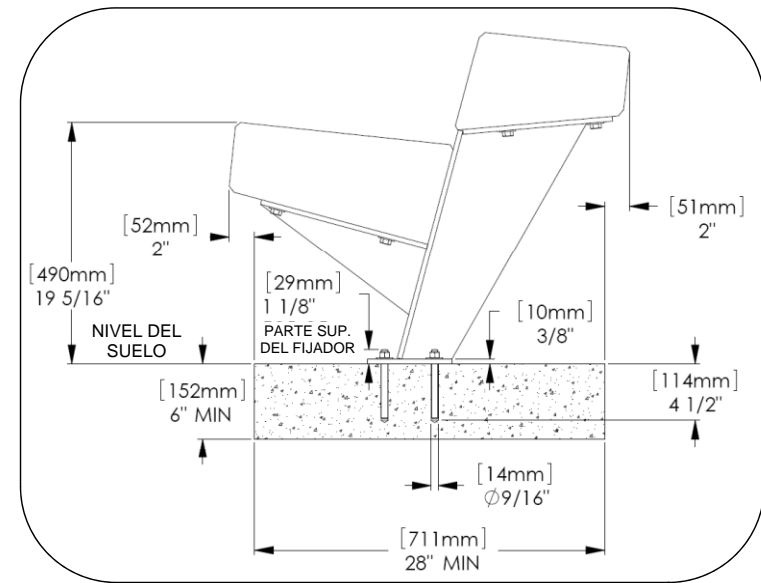
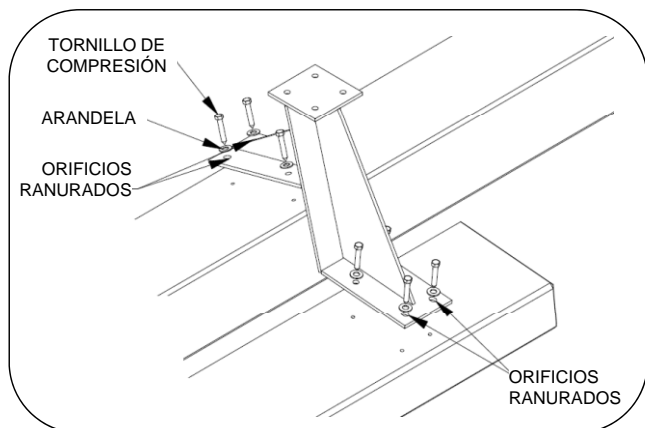

Fig. 1: soporte de superficie a nivel.
Fig. 4: armado del banco
2. Unir el asiento y el respaldo de madera con los soportes como se muestra en la fig. 4. Ajustar bien todos los tornillos. Luego se deben desajustar $\frac{1}{4}$ de giro los tornillos que se colocan en los orificios ranurados únicamente (ver fig. 4). Consultar la vista lateral de elevación de la fig. 1 para lograr la orientación adecuada del asiento y el respaldo. Observación: cada elemento de madera pesa entre 250-350 libras, por lo que para levantar es necesaria la ayuda de personal o equipos adecuados. Evitar que el banco se raye o se estropee.
6. Colocar y lastrar la plantilla para perforación sobre las ubicaciones marcadas y perforar los orificios según se muestra en la fig. 1. Preparar los orificios según las recomendaciones del fabricante del adhesivo.